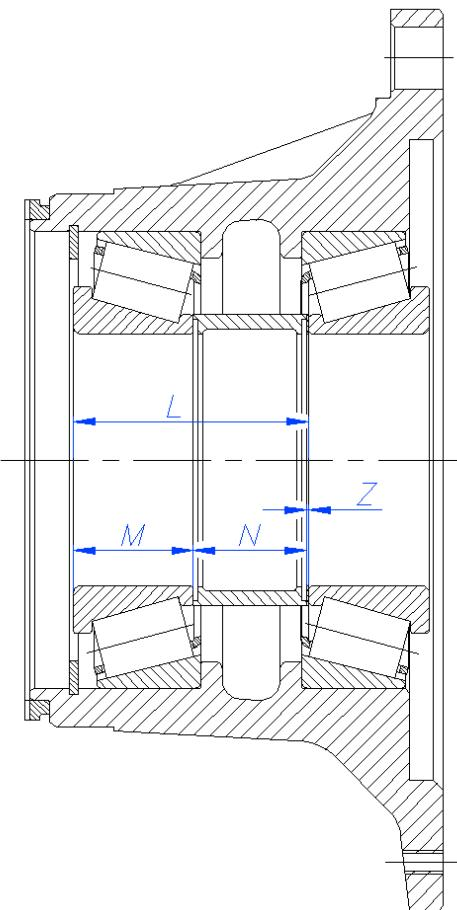

Рис. 6. Размеры для расчета сборки ступицы
2. Монтируйте цапфу к картеру моста (64) – положите в отверстие фланца картера моста направляющую шайбу (65), затем сдвиньте цапфу на шпильках картера, положите на каждую шпильку шайбу (67) и закрутите гайки M20×1,5 (68) на каждую шпильку.
3. Монтируйте держатель тормозного цилиндра (76 или 77) на площадке цапфы с помощью болтов M16×1,5×50 и M16×1,5×95. С помощью дорна T17-1457 монтируйте втулку (80) в отверстие держателя тормозных цилиндров, со стороны тормозного цилиндра монтируйте «О»-кольцо 39,1×5,5 и крышку, с другой стороны – уплотнитель 40×55×7 (79), потом с обеих сторон отверстии монтируйте стопорные кольца (78).
4. С помощью дорна T17-1453 в комплекте суппорта тормозных колодок положите игольчатые подшипники (68) с распорным кольцом (85) между ними. Перед этим смазать иглы подшипников консистентной смазкой Литол-24, чтобы они могли держаться в кольцах подшипников. С обеих сторон подшипников положите в отверстие суппорта колесных тормозов уплотнителя 40×58×8 (87) и шайбу (88) с одной стороны и «О»-кольца 39,1×5,8 (84) и крышки (83) с другой.
5. Ввести разжимной кулак (89 или 90) в отверстие, надвинете опорное кольцо (82) и стопорное кольцо (81). Так собранный суппорт колесных тормозов надвинете на фланец цапфы, так чтобы конец шейка разжимного кулака ввести в отверстие держателя тормозных цилиндров и с болтами M18×1,5×55 (48), гайками M18×1,5 (49) и шайбами (50) установите его к цапфе. Монтируйте регулировочный рычаг (74 или 75) на шейке разжимного кулака, потом положите шайбу (73) и закрутите болт M8×14 (71). Разжимной кулак должен поворачиваться свободно. Если это условие не выполнено, раскрутите слегка болты, крепящие держатель тормозных цилиндров и положите регулирующие прокладки между держателем и площадкой цапфы, потом закрутите болты.
6. Монтируйте комплект тормозных колодок (39 и 40) на осях суппорта (43), соединительную планку (37) и законтрите все стопорными шайбами (36). Приблизите тормозные колодки к эвольвенте разжимного кулака и с помощью рычага T17-414 поставьте пружину (97) тормозных колодок. С помощью болтов (45) к собранному суппорту колесных тормозов закрепите предохранительные щиты (44).
7. Наружные кольца конических роликоподшипников (29) вставьте в ступицу. Чтобы получить требуемое значение зазора при сборке конических роликоподшипников и ступиц колес, необходимо рассчитать толщину регулирующих прокладок (30 ÷ 33) между распорной втулкой (34) и внутренним кольцом конического роликоподшипника. Толщина прокладок получается в соотношении (рис. 6):